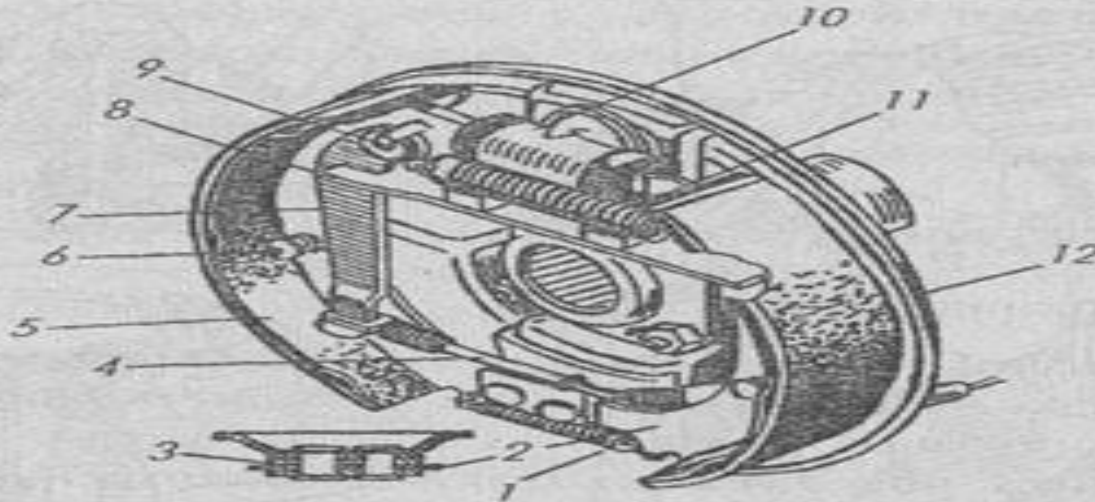

Рис. 64. Задний тормозной механизм:
- отсоедините от рычага 7 (рис. 64) конец троса 4 и снимите рычаг;